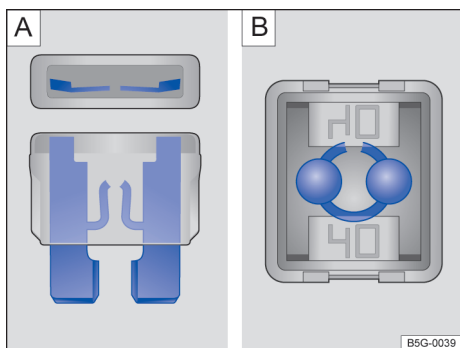

Fig. 148 Fusível queimado: A) fusível plano, B) fusível de bloqueio.
- Um *fusível plano* (ATO[®], MINI[®]) queimado é reconhecido de cima e pela lateral através da carcaça transparente pela tira metálica derretida → Fig. 148 A.
- Um *fusível de bloqueio* (JCASE[®]) queimado é reconhecido pelas faixas metálicas derretidas por cima da carcaça transparente → Fig. 148 B.